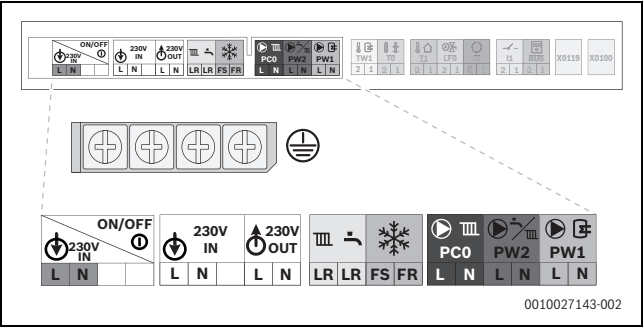

Bild 84 Netzspannungsbereich: Klemmleiste
- Kabel an der Klemmleiste für externes Zubehör (→ Bild 84 und Bild 85) anschließen.